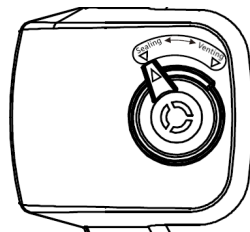

Abbildung 15
4. Stellen Sie das Druckbegrenzungsventil (3) auf „Airtight“ „Luftdicht“ und achten Sie darauf, dass das Sicherheitsventil (4) sich absenkt.
5. Wenn Sie das Druckbegrenzungsventil (3) auf „Airtight“ („Luftdicht“) oder „Exhaust“ („Ablassen des Dampfes“) steht, richten Sie die Markierung am Druckbegrenzungsventil (3) mit dem Pfeil auf dem Griff (1) aus wie in Abbildung 15.